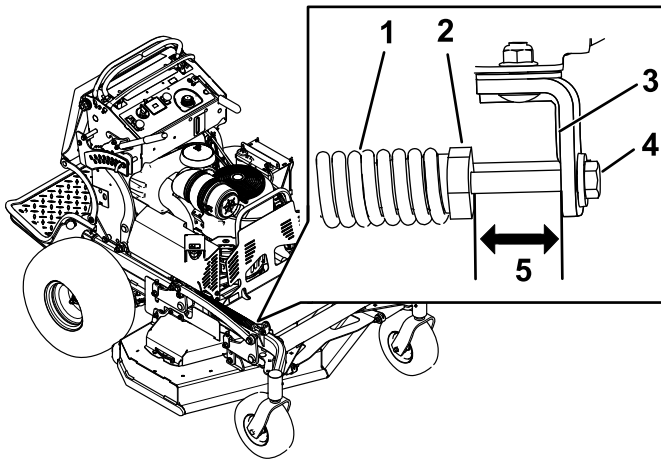

Figura 99
2. Compruebe la distancia entre la tuerca del muelle y el lado trasero del soporte de montaje soldado (Figura 99).
3. La longitud debe ser de 51 mm para carcasas de 122 cm/132 cm y de 38 mm para carcasas de 152 cm, como se muestra en la Figura 99.
4. Si es necesario, ajuste la distancia ajustando el perno situado en la parte delantera del soporte de montaje (Figura 99).